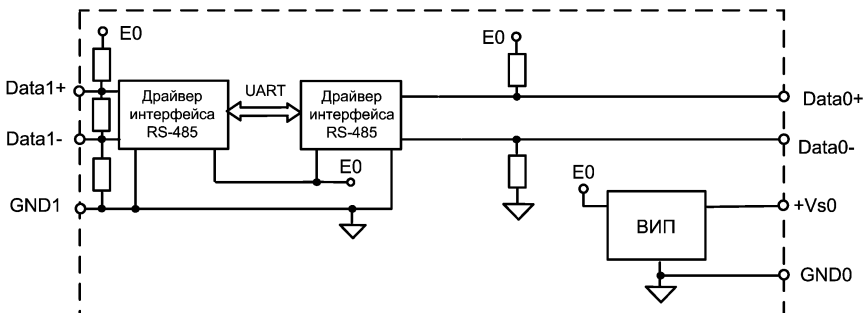
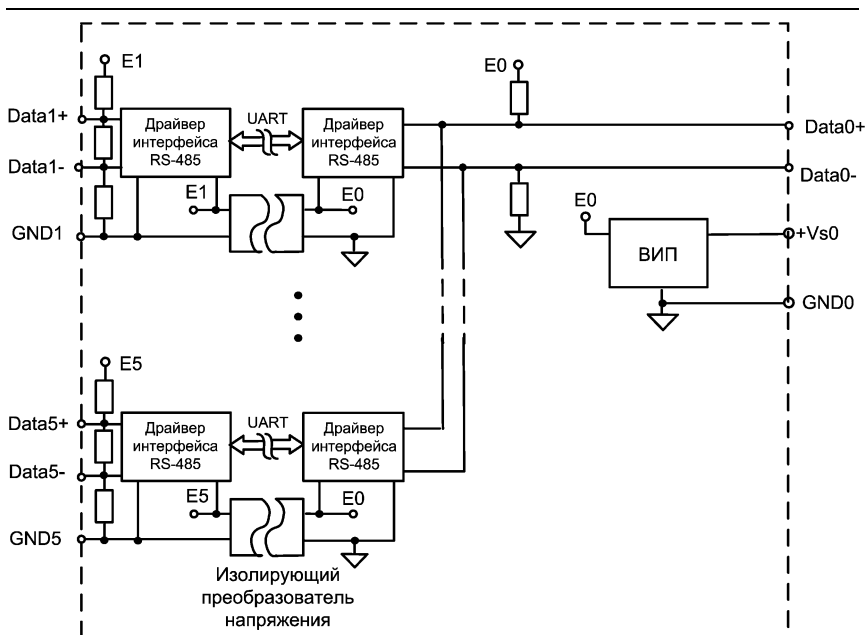

Рис. 3.1. Структурная схема модуля NS-485C без гальванической изоляции
Рис. 3.4 Структурная схема модуля NS-485C-51 с разветвлением на 5 каналов и гальванической изоляцией
- содержит на линиях разветвления RS-485 встроенный резистор для согласования выходного сопротивления с кабелем с волновым сопротивлением 120 Ом и резисторы смещения для устранения состояния неопределенности линии передачи (см. рис. 3.1).
Модуль NS-485C (рис. 3.1-рис. 3.4) содержит вторичный импульсный источник питания (ВИП), позволяющий преобразовывать напряжение питания в диапазоне от +10 до +30В в напряжение +5 В. Интерфейс RS-485 выполнен на стандартной микросхеме фирмы Analog Devices (приемопередатчик RS-485), удовлетворяющей стандарту EIA и имеющей защиту от электростатических зарядов, от выбросов на линии связи, от короткого замыкания и от перенапряжения.